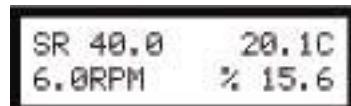

Figure II.11
Si la contrainte de cisaillement dépasse 99 999, on utilise les puissances de 10. L'appui suivant sur la touche SELECT DISPLAY affiche le taux de cisaillement (SR) en Sec-1 (Figure II.11) :